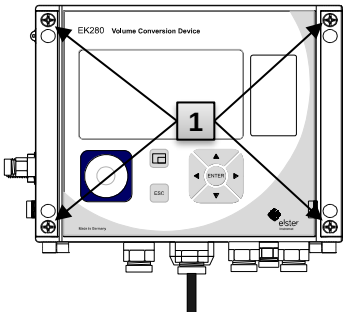

Abb. 23
1. Schließen Sie das Gehäuse mit Hilfe der vorgesehenen vier Schrauben (Abb. 23/1).